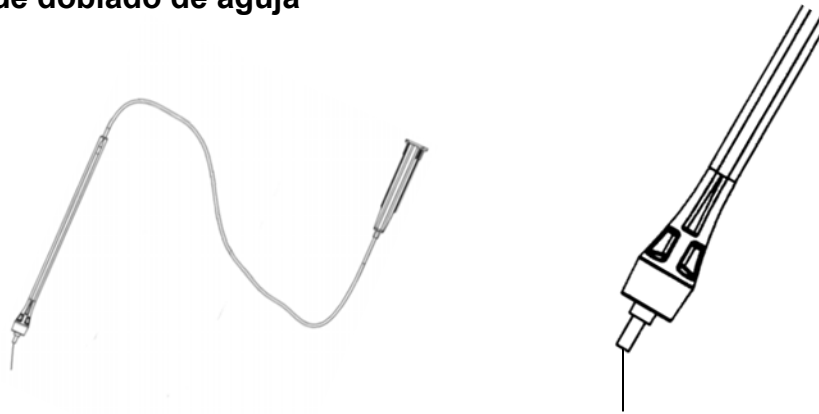

Fig. 2
2. No doble la aguja (Fig. 2) más de 45° respecto a su posición original, ya que una flexión superior puede debilitar la unión de la aguja.